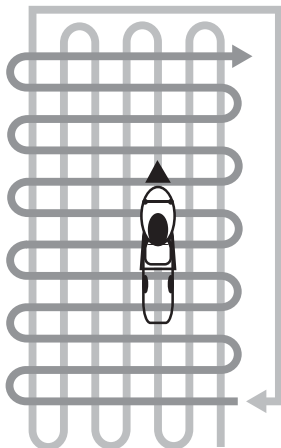

Рис. 8 Схема перпендикулярного кошения
5. При кошении в тяжелых условиях (п.3.4) рекомендуется проводить повторный покос с меньшей высотой скашивания. На Рис. 8 представлена схема движения газонокосилки при выбросе травы в травосборник.